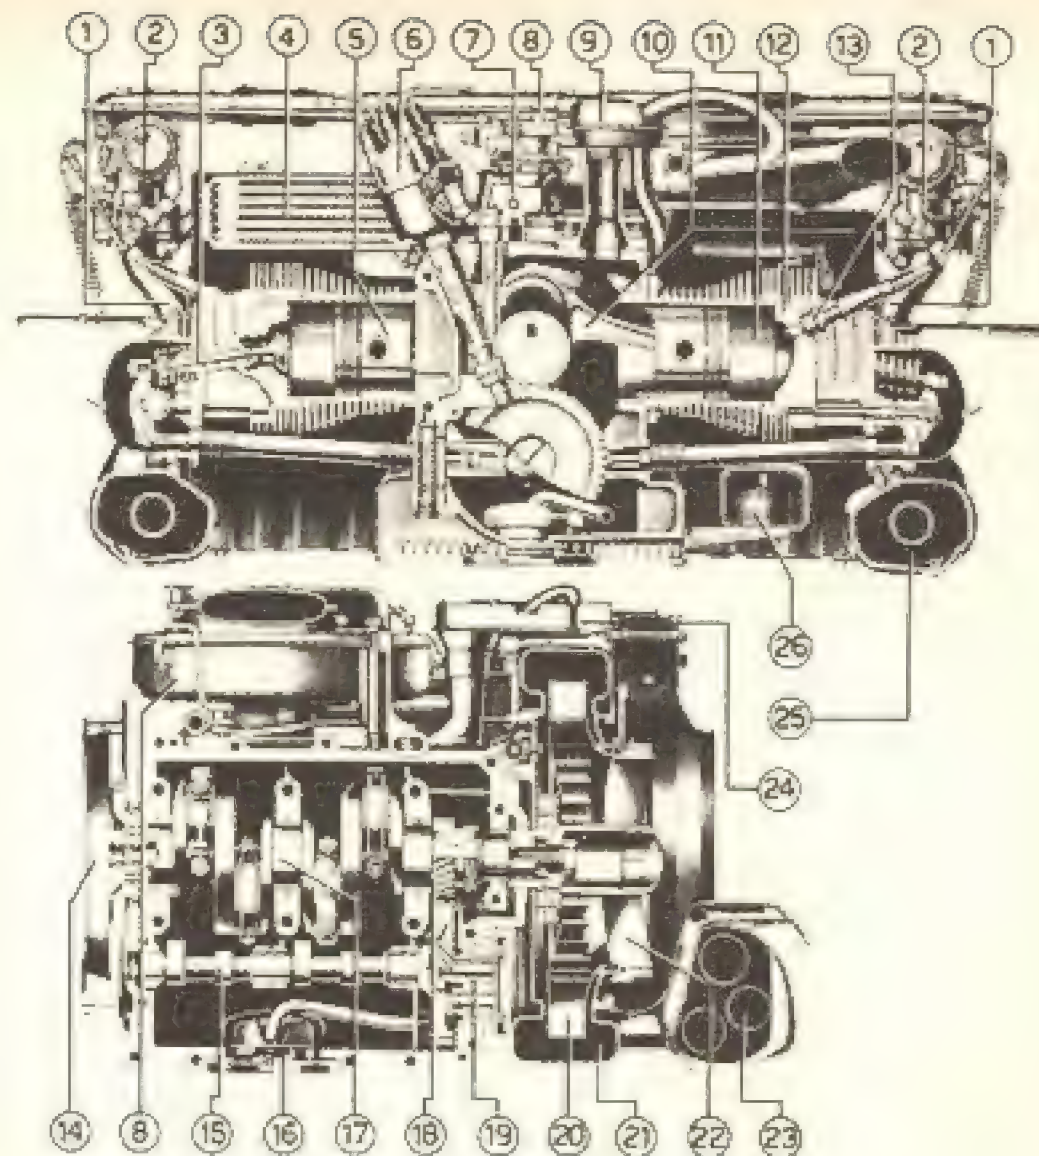

Fig. 1-V — O motor plano "1600" visto em dois cortes
Denominado "motor plano" pela fábrica, o "1600" que equipa a Variant é o típico motor VW de 4 cilindros horizontais opostos 2 a 2, refrigerado a ar, no qual foram modificadas certas partes externas tendentes a diminuir sua altura. Assim, o ventilador que, com sua carcaça contribuía sobremodo para aumentar a altura, foi montado na parte traseira da árvore de manivelas. O alternador, que substitui o dinamo, encontra-se montado na parte lateral do motor, acionado por uma correia pela polia da árvore de manivelas. O radiador de óleo, que se situa na posição vertical nos outros tipos de motores, passou para a posição horizontal (4, Fig. 1-V) e o sistema de alimentação, com dois carburadores e dois coletores de admissão curtos (1,2), contribuiu, não só para diminuir a altura do novo motor VW, como proporcionou um aumento de potência de 60 para 65 HP, conservando o mesmo consumo do "1600": 11 litros por quilômetro, no plano, a 3/4 da velocidade máxima, em velocidade constante.
**Componentes do motor.** — Figs. 1 a 6-V e legendas.